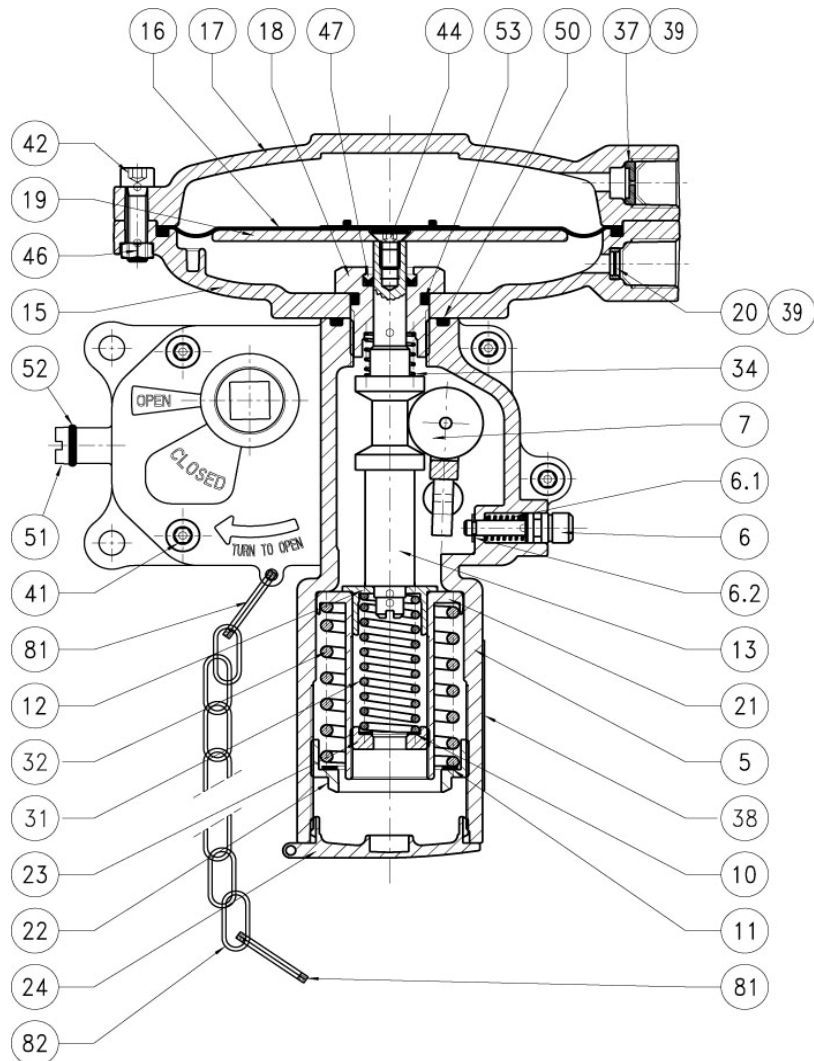

Fig. 23
7.6 VALVOLA DI BLOCCO SN 608 (Fig. 23)